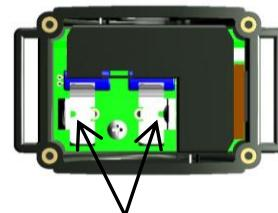

Fig. 6
- avec une pièce métallique (par ex. tournevis, ciseaux), mettez en liaison les 2 supports de pile pendant 2 secondes environ (cf. Fig. 6).